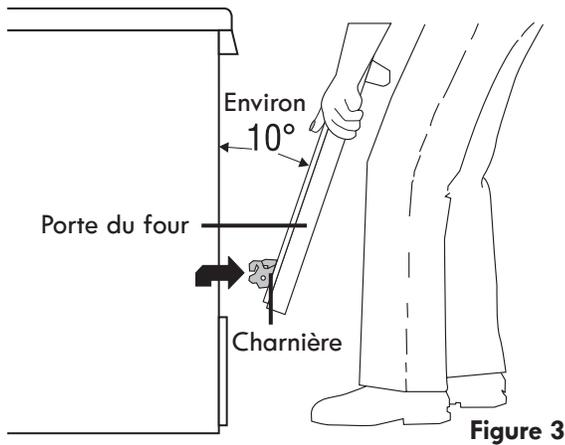

Figure 3
3. Agrippez fermement les deux côtés de la porte (N'UTILISEZ PAS la poignée de la porte - Voir figure 3).
1. Agrippez fermement les deux côtés de la porte (N'UTILISEZ PAS la poignée de la porte - Voir figure 3).